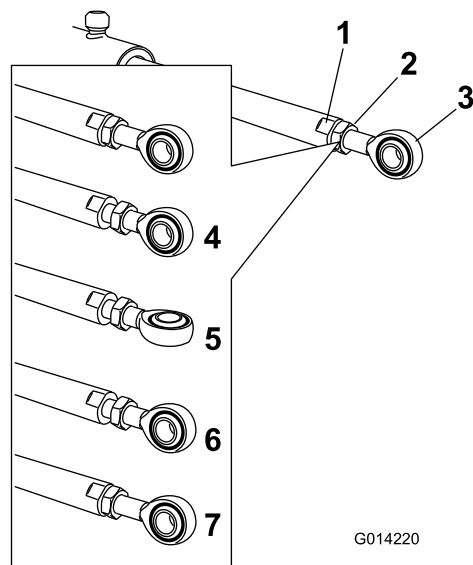

Figura 110
5. Utilizați o cheie pe părțile plate ale tijei dispozitivului de acționare pentru a o imobiliza, apoi slăbiți contrapiulița pentru a permite reglarea tijei cu ureche (Figura 110).
6. Rotiți tija cu ureche în tija dispozitivului de acționare pentru a scurta sau a prelungi dispozitivul de acționare extins în poziția dorită (Figura 110).